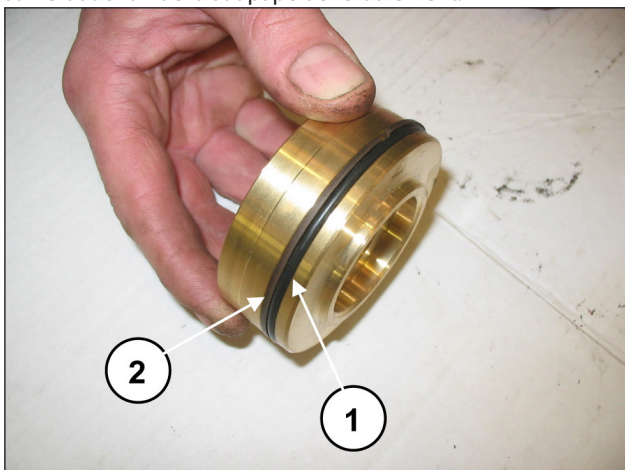

Fig. 125
Monter le joint torique, rep. vue éclatée 19 (rep. ①, Fig. 125) et la bague anti-extrusion, rep. vue éclatée 23 (rep. ②, Fig. 125) sur le bouchon de la soupape de refoulement.